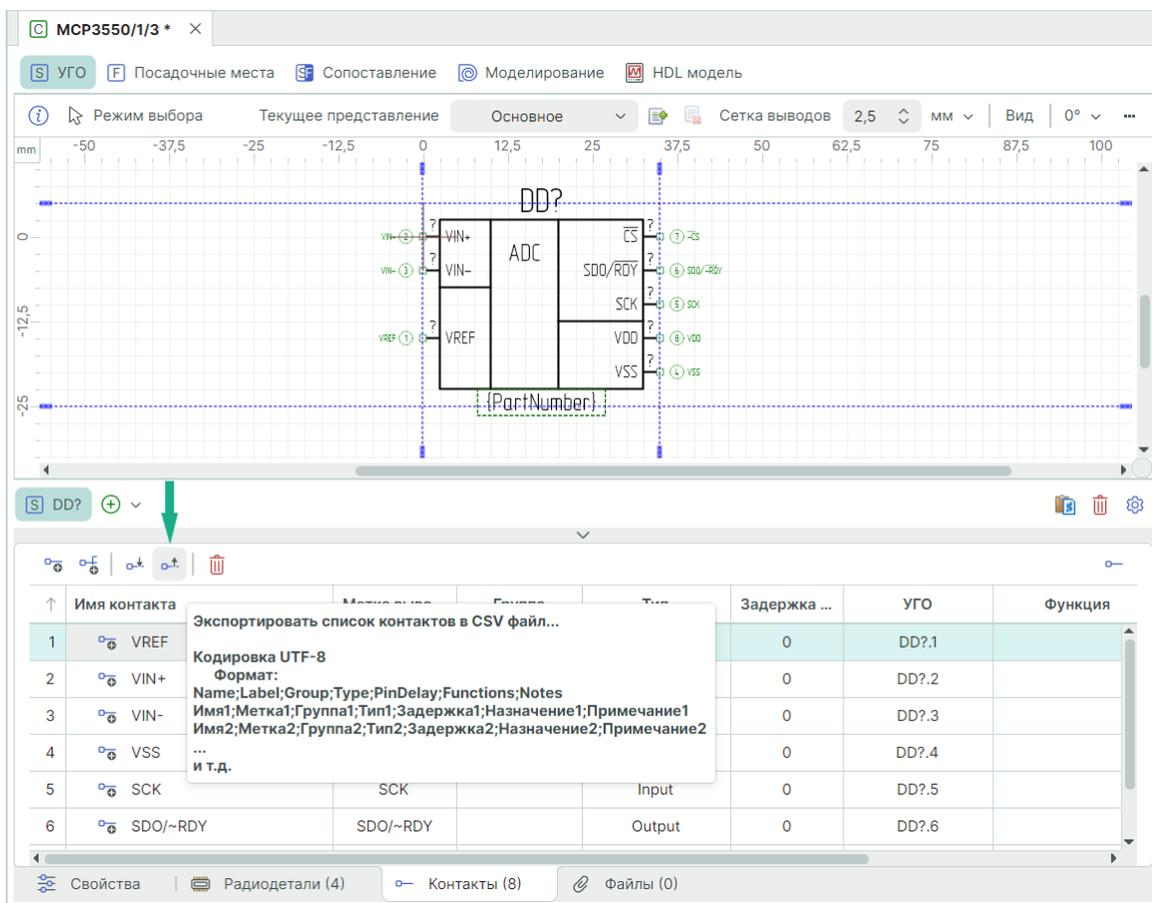

Рис. 274 Экспорт контактов
1. Нажмите символ  «Экспортировать список контактов в .CSV файл» в окне редактора компонента вкладки «Контакты», см. Рис. 274.